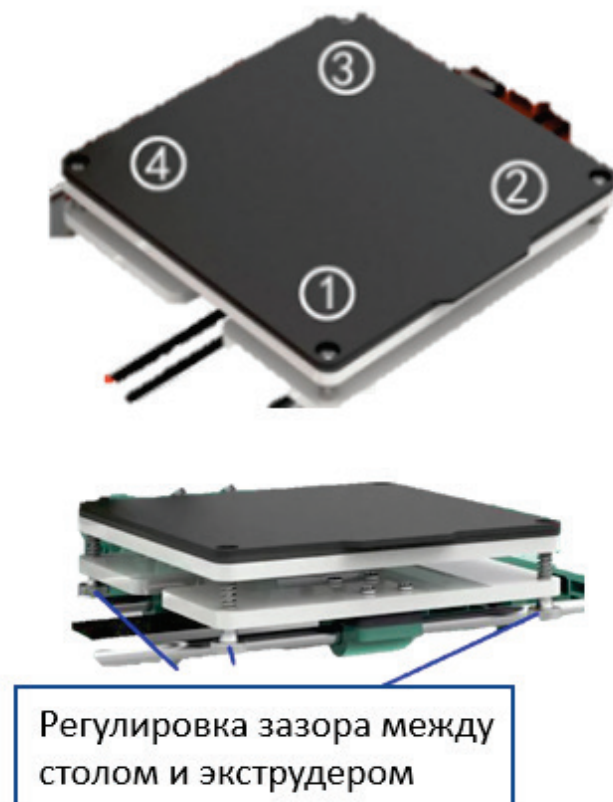

Рис. 5. Рабочий стол 3D-принтера *EasyThreed K7* [1]
Калибровка стола 3D-принтера осуществляется с помощью бумаги массой квадратного метра 80 г. Для этого регулируется расстояние между соплом и рабочим столом в точках (1) (2) (3) (4) (рис. 5). Высота сопла над рабочей площадкой должна составлять 0,1 мм, что соответствует толщине листа бумаги формата А4 (рис. 5).